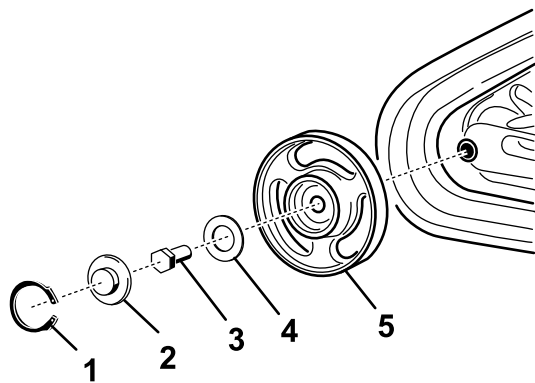

Figura 58
**Notă:** Poate fi necesar să scoateți roata de rulare față, exterioară. Pentru a o îndepărta, scoateți inelul de fixare i capacul din centrul roții de rulare (Figura 58). Apoi scoateți urubul i garnitura din centrul roții i trageți roata de pe maină.